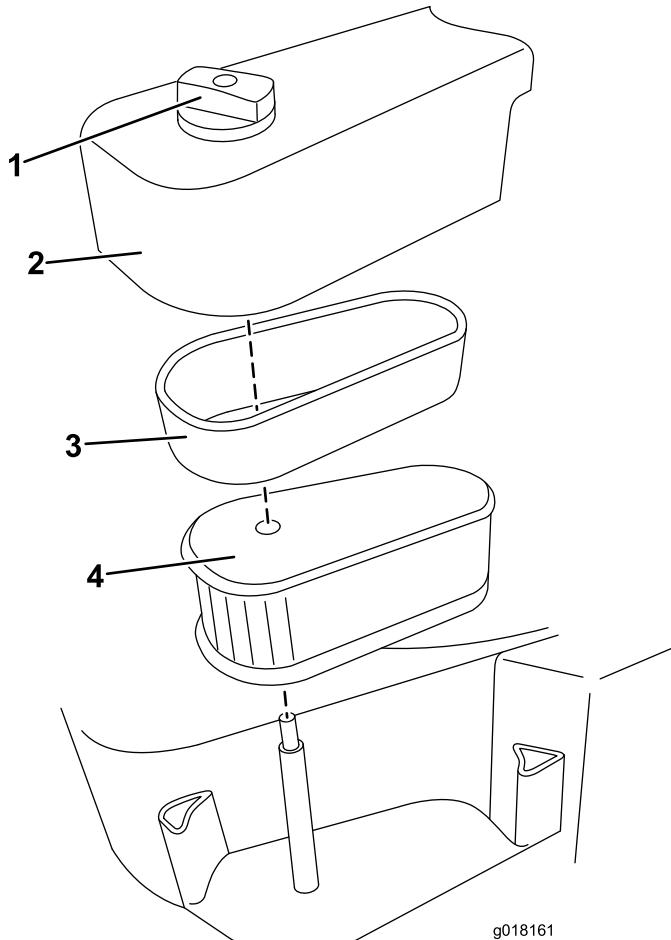

Figura 17
2. Afloje el pomo que sujetla la tapa del filtro de aire (Figura 17).
4. Retire cuidadosamente el filtro de gomaespuma y el cartucho juntos, luego separe el filtro de gomaespuma del cartucho (Figura 17).
7. Coloque la tapa (Figura 17).